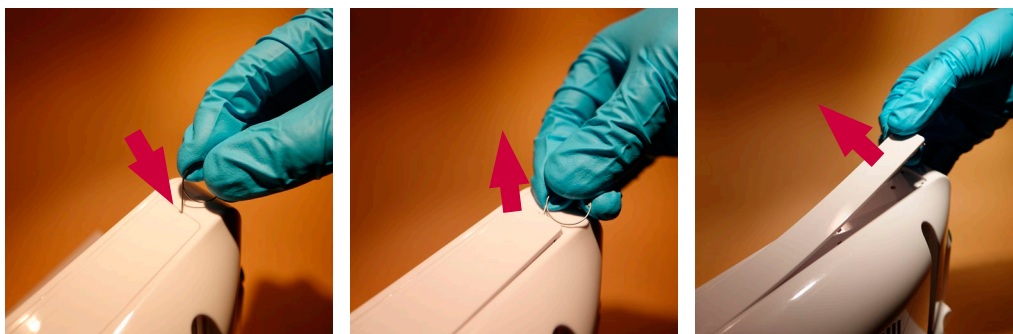

Figura 4 Rimozione delle targhette
c) Rimuovere le targhette con il logo Ambu sul lato superiore e inferiore dell'unità display (Figura 4)